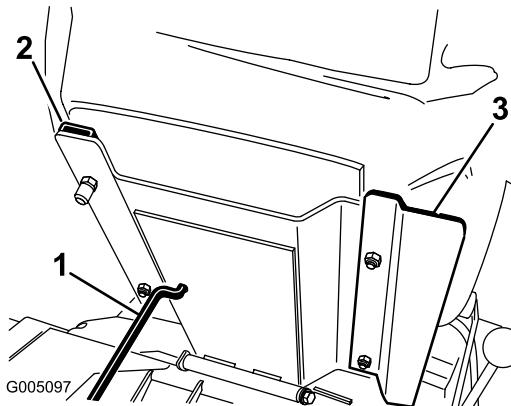

Bild 5
3. Befestigen Sie den Sitz, das Sitzseitenteil und die Sitzführungen mit den Sicherungsmuttern (5/16 Zoll) (Bild 5), die den losen Teilen beiliegen, an der